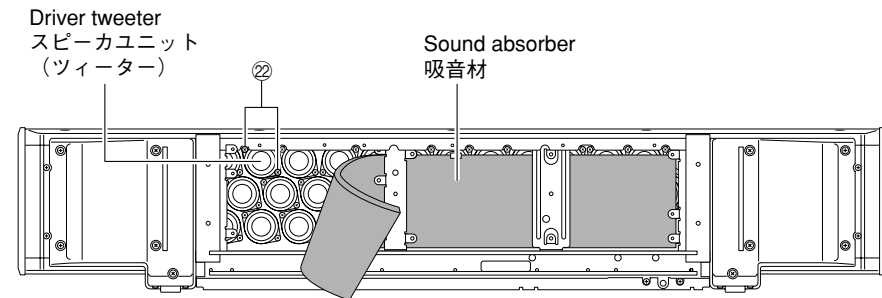

Fig. 9
- b. Remove 2 screws/piece (22). (Fig. 9)
- c. Remove the driver tweeter. (Fig. 9)
- b. 22のネジ2本/個を外します。(Fig. 9)
- c. スピーカーユニット(ツイーター)を取り外します。(Fig. 9)